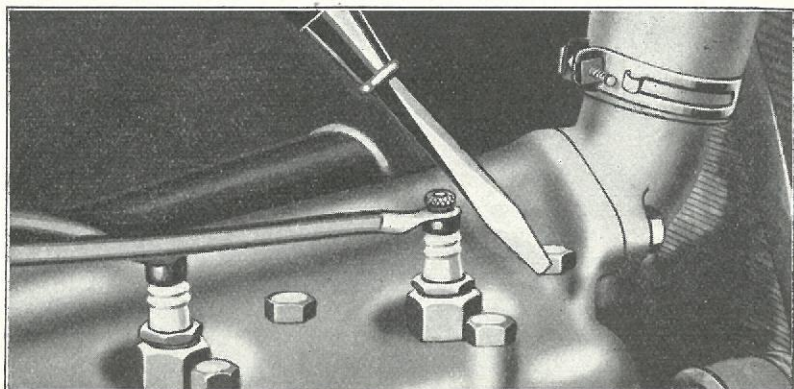

Fig. 497
- 989** Hvis Motoren drejes nemt rundt, men ikke starter, naar der trykkes paa Startkontakten, anbring da en Skruetrækker med Træhaandtag paa Motorens Topstykke, hold den i cirka 3 mm Afstand fra Toppen af Tændrøret, som vist i Fig. 497, medens en anden drejer Maskinen hurtigt rundt enten med Starteren eller